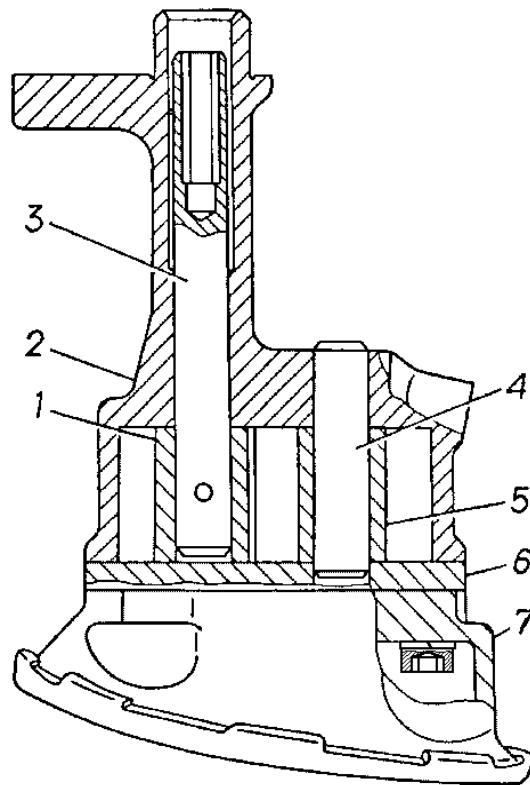

Рис.34. Масляный насос:
**Масляный насос** (рис.34) - шестеренчатого типа, установлен внутри масляного картера, крепится с прокладкой двумя болтами к блоку цилиндров и держателем к крышке третьего коренного подшипника.